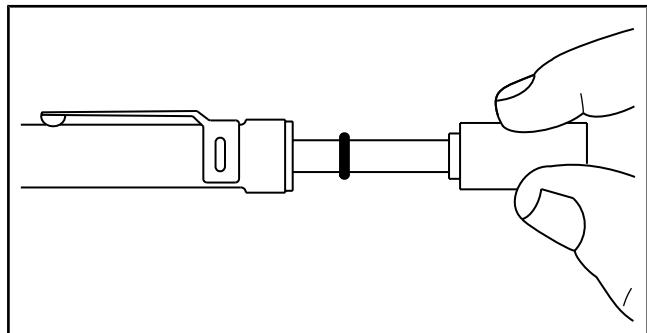

Рисунок 7.05-8: Определение усилия натяжения приводного ремня
- e. Зарегистрируйте значение прибора (см. Рисунок 7.05-8). Значение усилия определяется положением низа большого уплотнительного кольца на шкале. Значение должно находиться в пределах заданного диапазона, см. Таблица 7.05-7.